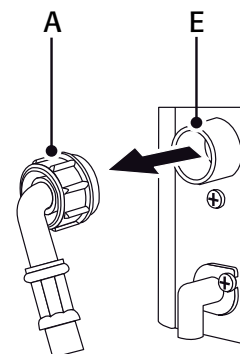

Рис. 6.e
6.3.2 Увлажнитель humiDisk₆₅ (Рис. 6.f)